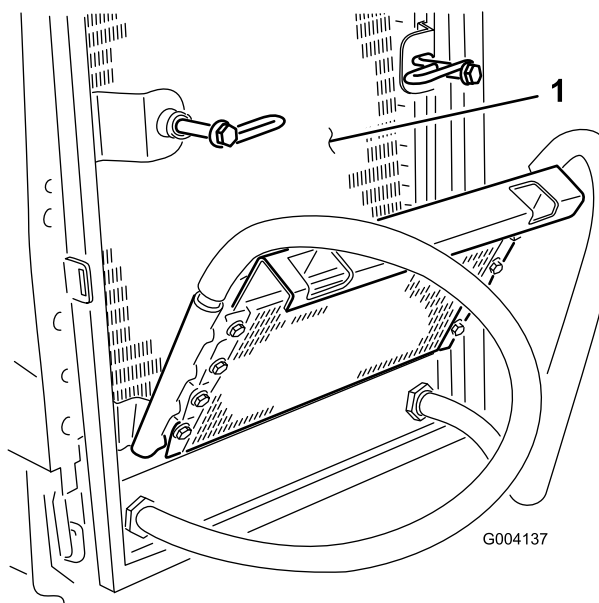

図 59
6. オイルクーラとラジエターの裏表を(図 59)圧縮空気ですて丁寧に清掃する。